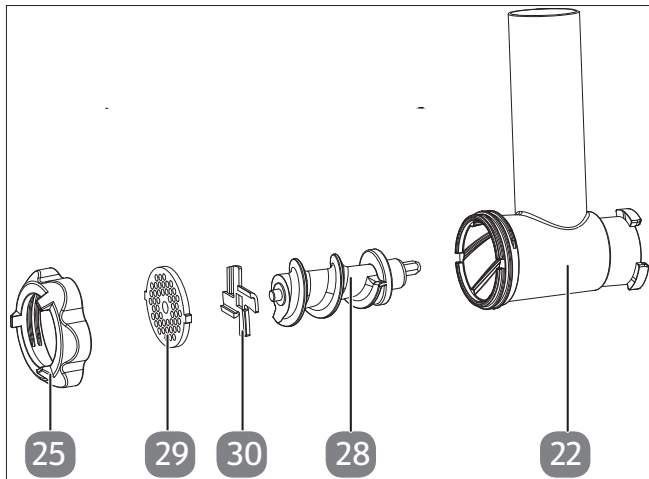

Abb. 17 – Zubehörteile für das Wolfen
1. Setzen Sie das Kreuzmesser mit der scharfen Karten nach außen zur Achse auf die Förderschnecke und dann die Lochmesserscheibe in der Reihenfolge wie abgebildet zusammen (siehe Abb. 17).